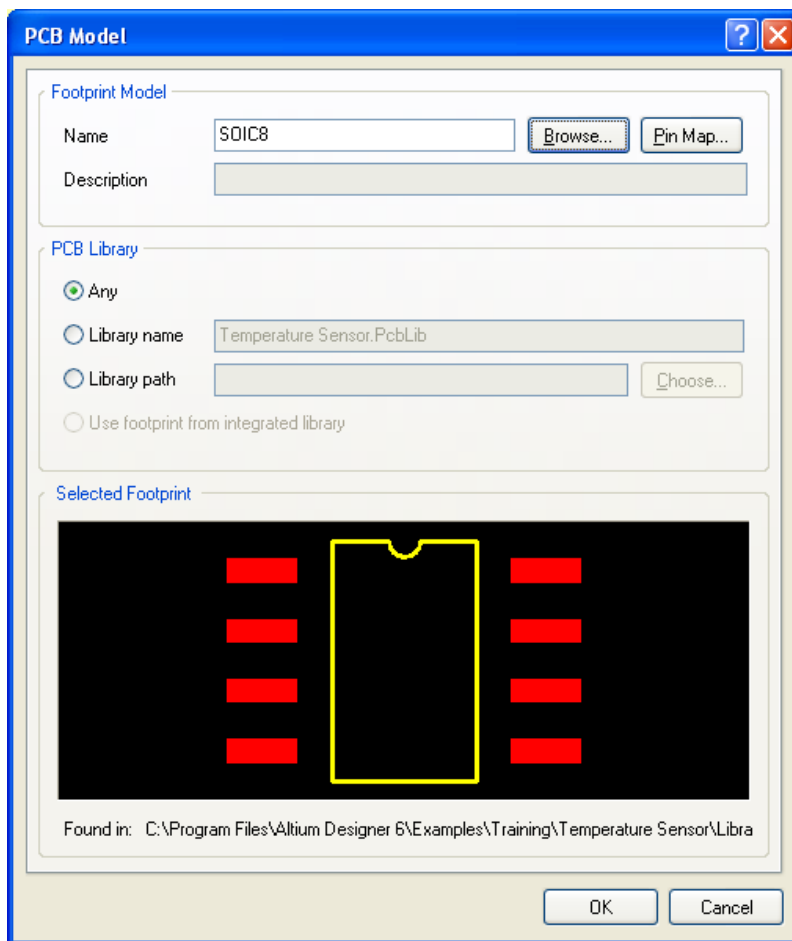

图 24. 为器件添加封装类型
5. 单击 **Add Footprint** 启动 *PCB Model* 对话框，如图 24 所示。